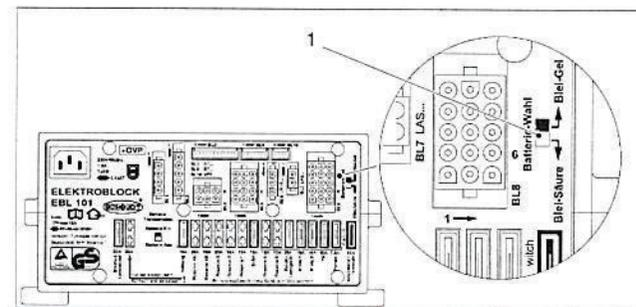

Bild 1 Batterie-Wahlschalter
- Sicherstellen, dass der Batterie-Wahlschalter (Bild 1, Pos. 1) je nach eingesetzter Batterie in der richtigen Stellung steht.
- Den Batterie-Wahlschalter (Bild 1, Pos. 1) mit einem dünnen Gegenstand (z. B. Kugelschreiberminne) in die entsprechende Position bringen: